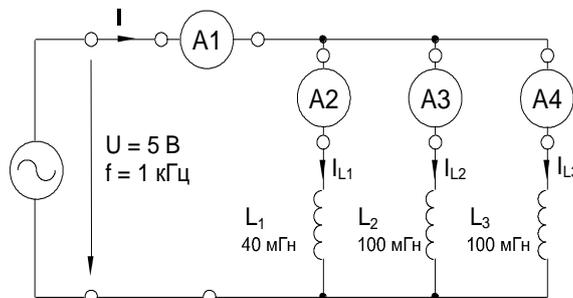

Рисунок 7.9 – Схема электрической цепи
- Соберите цепь согласно схеме (рис. 7.9) подсоедините регулируемый источник синусоидального напряжения с параметрами $U = 5 \text{ В}$ и $f = 1 \text{ кГц}$.